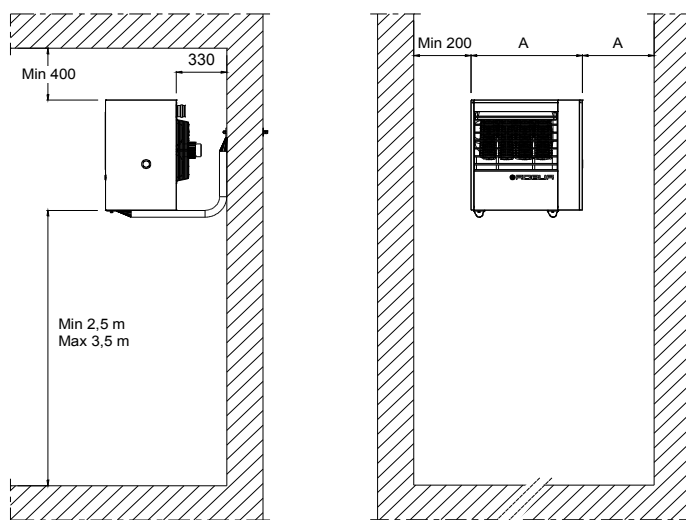

Рисунок 14 – Предельные расстояния
- расстояние между задней поверхностью воздухонагревателя и стеной должно быть таким, чтобы обеспечить отбор достаточного количества воздуха (мин. 330 мм). Минимальное расстояние от боковых стенок приведено на Рисунок 14 на странице 42.
- Рекомендуемая оптимальная высота от пола под воздухонагревателем - 2,5 - 3,5 м (смотри Рисунок 14 на странице 42). Высота менее 2,5 м не рекомендуется, так как воздух на выходе из подающего патрубка может напрямую попадать на людей, создавая чувство дискомфорта. Не рекомендуется устанавливать устройства на высоте более 3,5 м, так как таким образом не обеспечивается обмен воздуха в нижней части пространства помещения, создавая застой холодного воздуха внизу у пола.